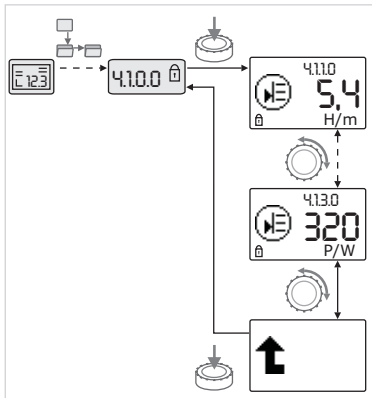

Fig. 37: Informationen abrufen
- Durch Drehen des roten Knopfs Menüelemente des Typs „Information“ des aktuellen Untermenüs ansteuern (siehe Fig. 37). Erläuterung der durch Symbole repräsentierten Einstellungen siehe Tabelle in Kapitel 8.7 „Referenz Menüelemente“ auf Seite 32.